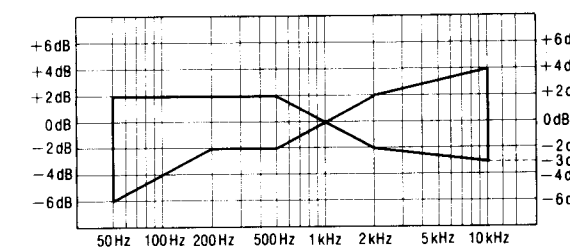

Fig. 7
4. Faire jouer le signal enregistré à l'étape 2 et vérifier que le niveau de chaque fréquence de sortie soit en deçà de la plage montrée à la Fig. 7 en comparaison avec la fréquence de référence (1kHz).